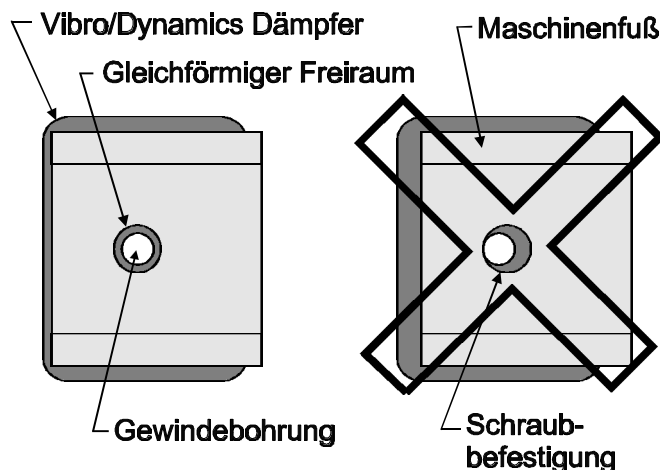

BILD 1
3. Stellen Sie den Isolator unter den Maschinenfuß so auf, dass ein gleichmäßiger Freiraum zwischen den Gewindebohrungen und der inneren Fläche der Schraubenbefestigung (siehe Bild 1) ist. Jeder Kontakt zwischen der Ausgleichsschraube und der inneren Fläche der Schraubenbefestigung kann, wenn die Ausgleichsschraube in die Dämpferhaltung gedreht ist, ein festsetzen verursachen.